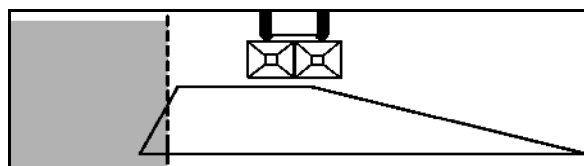

Fig. 78
- Innstillingsverdiene fremgår av spredetabellen (Fig. 78).